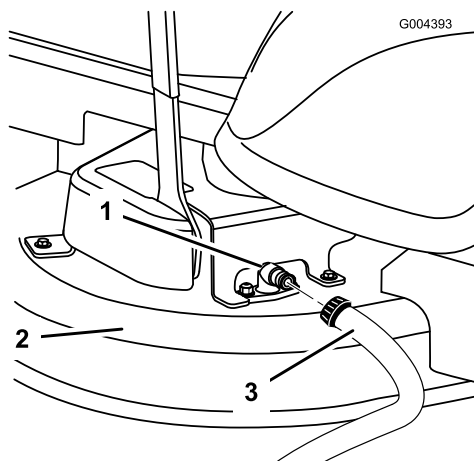

Figura 59
3. Conecte una manguera al conector de lavado del cortacésped, y abra el grifo al máximo (Figura 59).